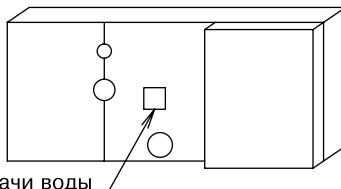

Рис. 13
- Откройте отверстие подачи воды, медленно добавьте примерно 1 литр воды в дренажный поддон и проверьте дренажный поток. **(См. рис. 13)**